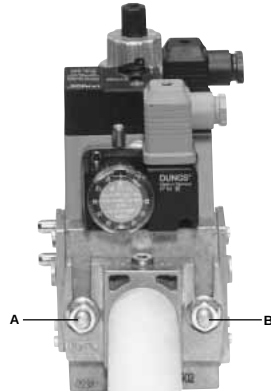

Рис. 6
3. Затянуть винты А, В, С и D (Рис. 6 - Рис. 7), (Рис. 9), соблюдая дистанции монтажа (Рис. 9);